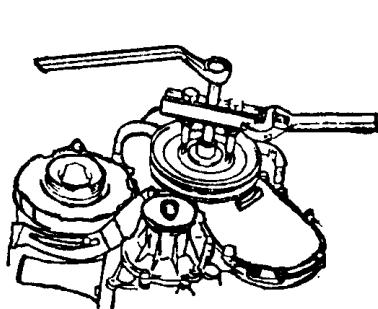

图 1-2 曲轴皮带盘的拆卸
(1) 拆下曲轴皮带盘固定螺栓，用拉器将皮带盘拉下。如图 1-2 所示。